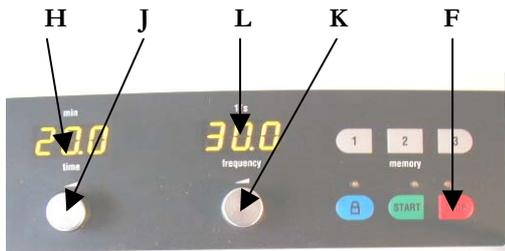

Abb.3
- Die LED über der STOP - Taste **F** blinkt kurz nach dem Einschalten. **Abb.3**
Zeit von 10 sek bis 99 min. einstellen : **Abb.3**
Frequenz 3 - 30 Hz einstellen : **Abb.3**